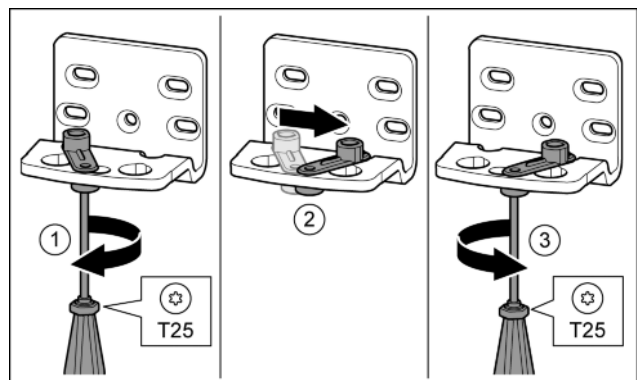

Fig. 11
- ▶ Отпустить винт отверткой T25. Fig. 11 (1)
- ▶ Приподнять фиксатор двери и, повернув на 90° вправо, вставить в отверстие. Fig. 11 (2)
- ▶ Затянуть винт отверткой T25. Fig. 11 (3)